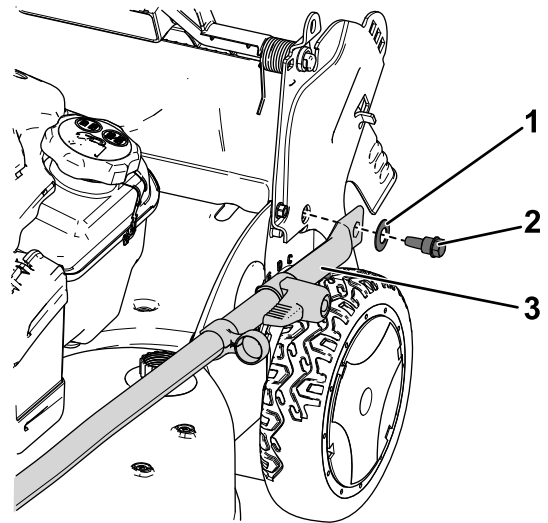

Figura 3
2. Fije los extremos del manillar al alojamiento de la máquina con 2 arandelas y 2 pernos de manillar (Figura 3), pero no apriete los pernos del manillar.
**Importante:** Coloque los cables en el exterior del manillar (Figura 3).